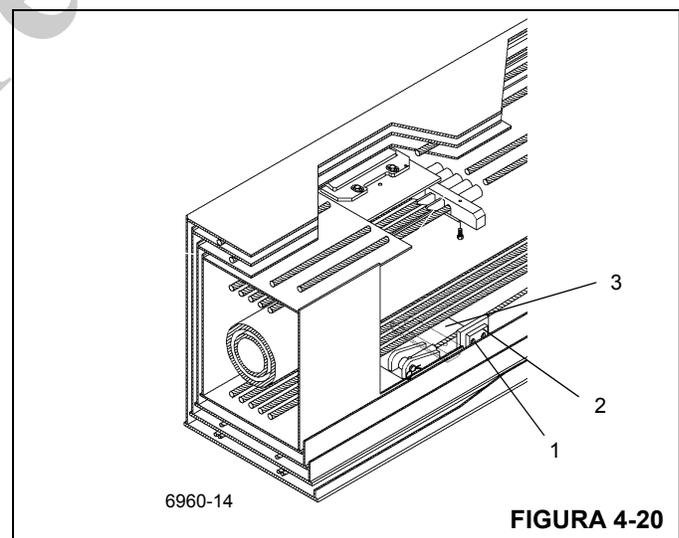

FIGURA 4-20
8. Se necessário, remova os parafusos (1) que fixam cada placa de desgaste lateral traseira inferior (2) na seção volante (3) (Figura 4-20). Remova os calços e as placas de desgaste. Observe e anote a localização dos calços para a instalação.